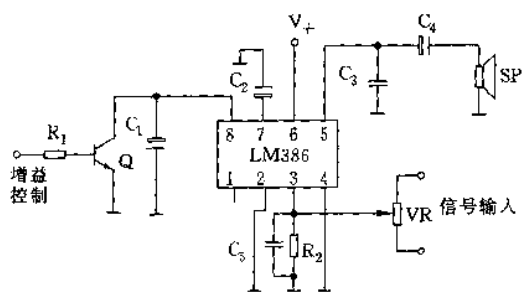

图 2-64
(2)功放 LM386 构成的放大器如图 2-64 所示,其中 Q 为增益控制开关管, C_1 为增益调节电容, C_3 为补偿电容,补偿高频段相位,防自激,并可抵消扬声器电感负载产生高压而击穿输出管。LM386 的管脚说明如下:①脚和⑧脚为增益调节脚,②脚为反相输入端,③